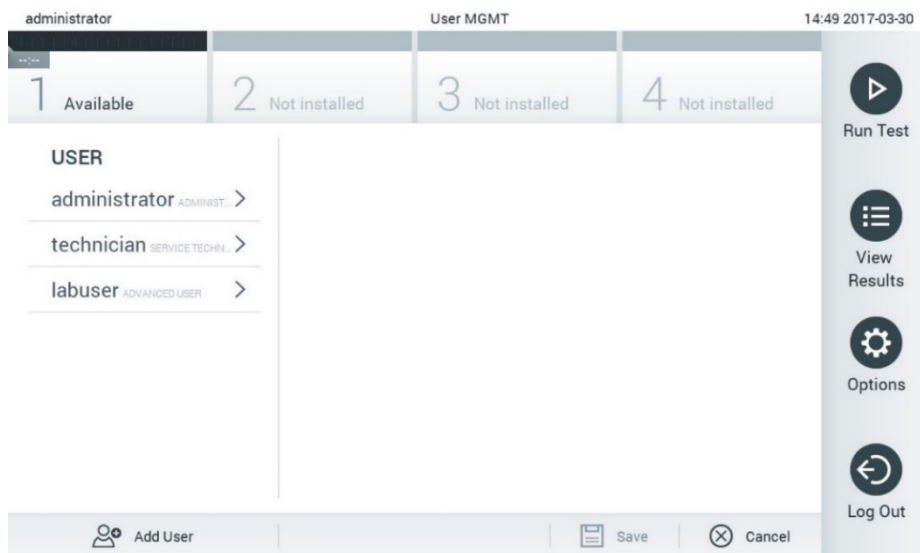

Bild 59. Skärmen User Management (Användarhantering).
1. Tryck på knappen Options (Alternativ) och därefter knappen User Management (Användarhantering) för att konfigurera användare. Skärmen User Management (Användarhantering) visas i skärmens innehållsområde (bild 59).